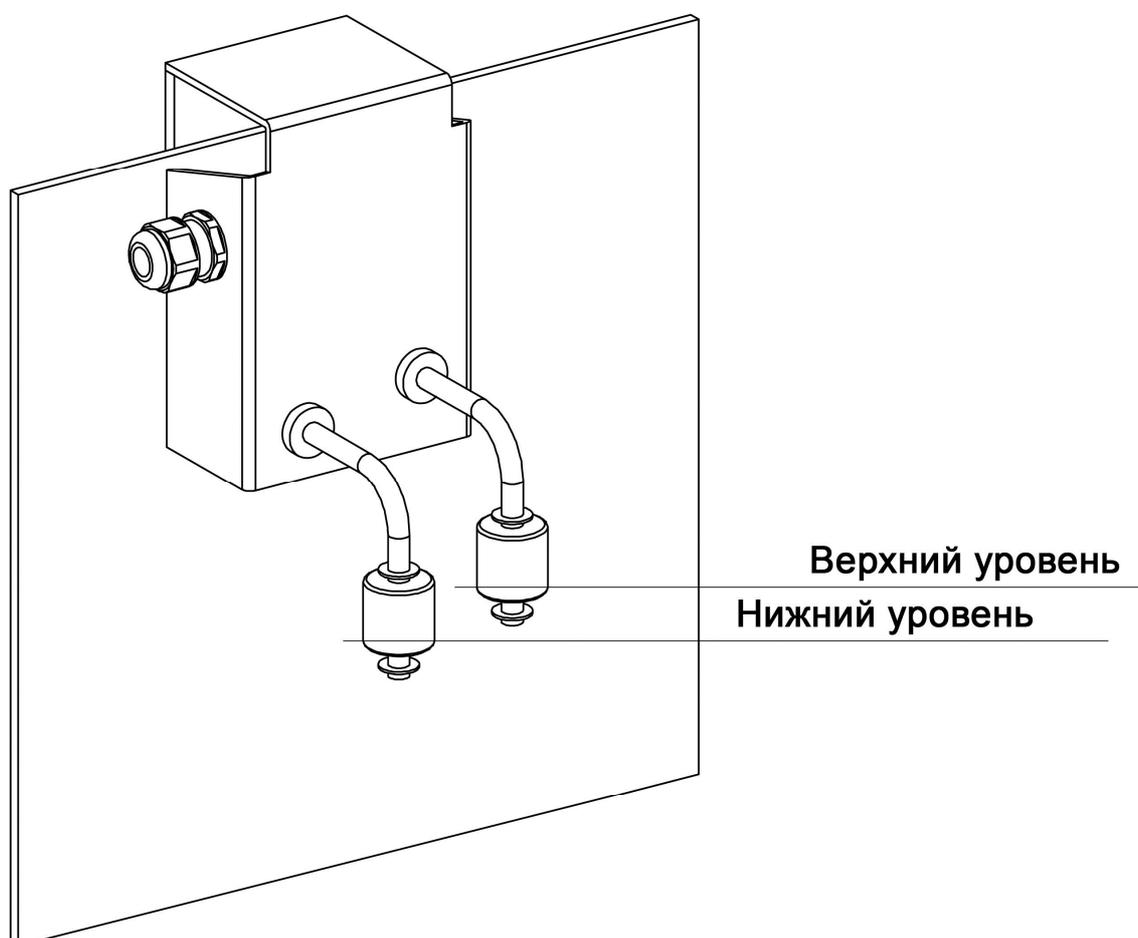

Рис. 11.1. Общий вид блока датчиков уровней
Общий вид датчика уровней показан на рис.11.1.
- Контроль состояния датчиков уровней (рис. 11.1);